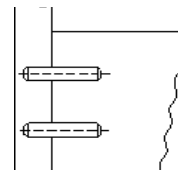
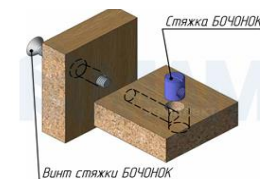

рис.2
рис.3
3. Соединить царги поз.3 со спинками головной и ножной с помощью шкантов поз.13 (рис.2), винтов М6х60 поз.10 и стяжек поз.12 (рис.3). **Затяжку производить ключом поз.11, не перетягивая соединение.**